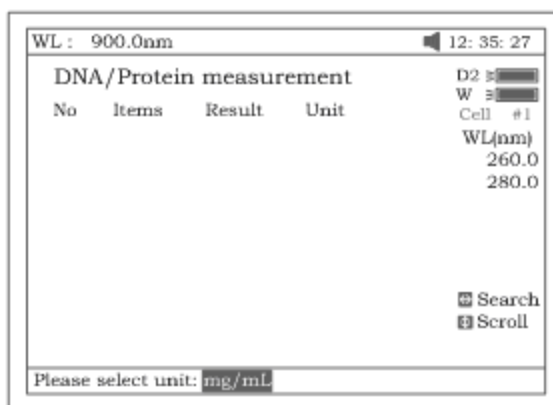

Рисунок 64
- При помощи клавиши **[F3]** выберите единицу концентрации (рис.64).